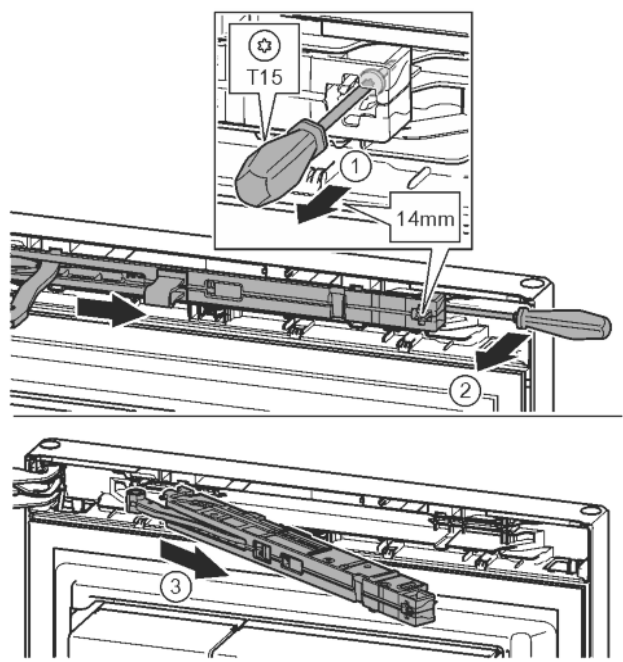

Fig. 11
- Šroub na jednotce tlumiče zavírání povolte šroubovákem T15 o cca 14 mm. Fig. 11 (1)
- Šroubovákem na straně madla zajed'te za jednotku tlumiče zavírání a otočte ji dopředu. Fig. 11 (2)
- Vytáhněte jednotku tlumiče zavírání. Fig. 11 (3)